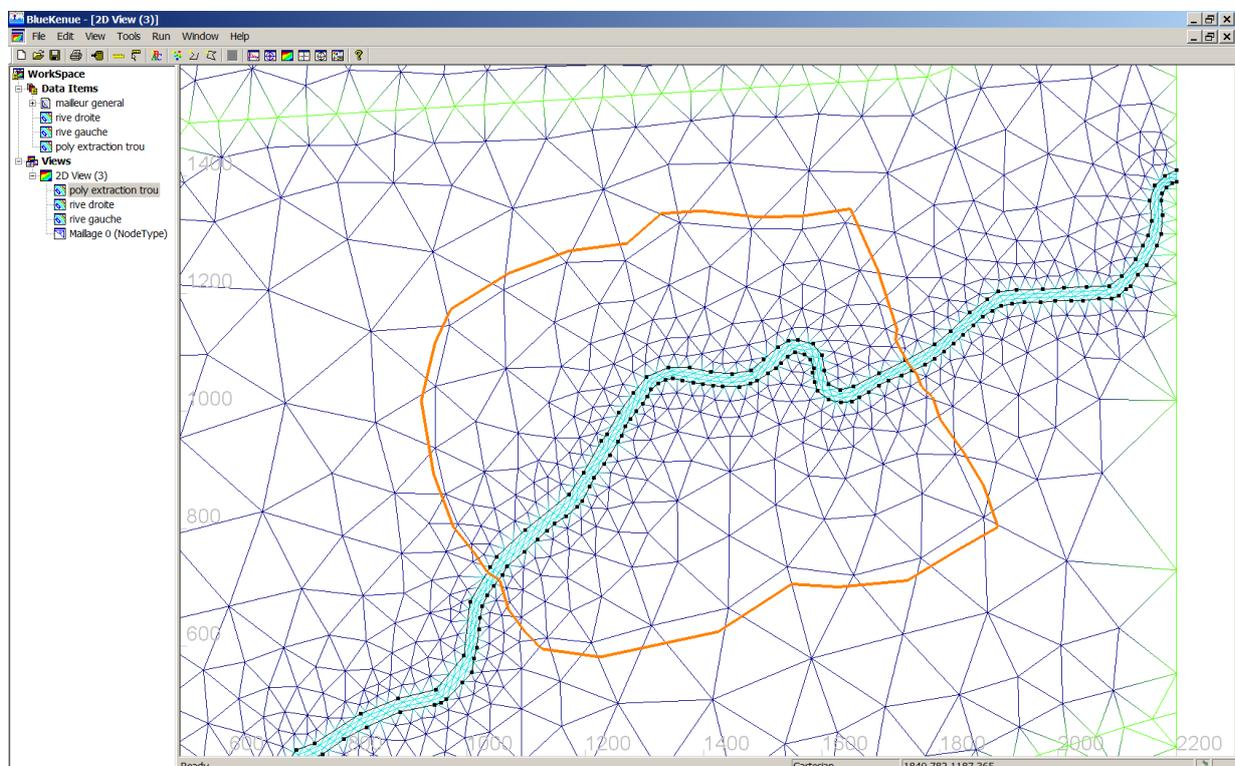

FIGURE 2.9 – Définition du polygone pour créer un trou dans le maillage
- recliquez sur **NEW CLOSED LINE** pour terminer, et lui donner un nom, par exemple **POLY EXTRACTION TROU**. (fig. 2.9). Sauvegardez le. (A titre d’exemple, on peut aussi charger le polygone **poly extraction trou.i2s**)